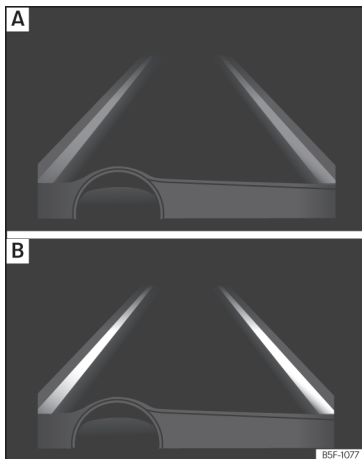

Abb. 267 Im Display des Kombiinstrumentes: Anzeige im Display des Spurhalteassistenten (Beispiel 1).
- System aktiv, aber nicht verfügbar, da die Mindestgeschwindigkeit nicht erreicht ist oder das System die Begrenzungslinien der Fahrspur nicht erkennt » **Abb. 267 A**.
genblick wird die Fahrtrichtung nicht korrigiert » **Abb. 267 B**.